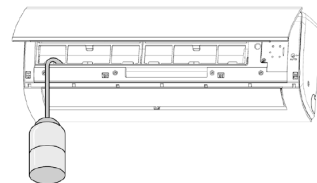

fig. 22 -
- Para verificar el drenaje, vierta agua en la bandeja de drenaje de condensado "fig. 22 -".